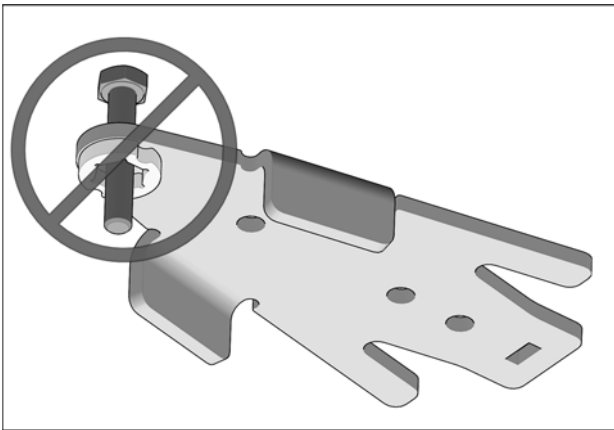

Fig. 14
**ATTENTION : Assurez-vous d'insérer le boulon dans le bon sens. Voir la Fig. 14**